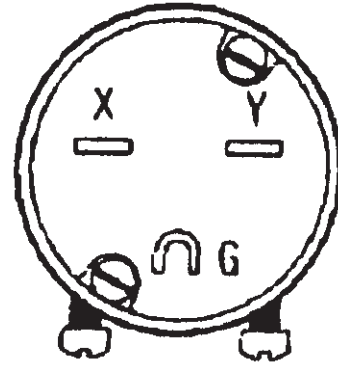

Figura 1-8
3. Conecten el cable de alimentación con corriente (mostrado en la Figura 1-8) a la toma de alimentación de corriente.